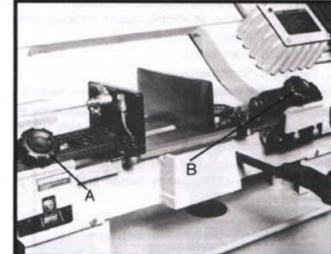

Fig. 8
2. Draai de knop (A, Afb. 8) en de bout (B) los.